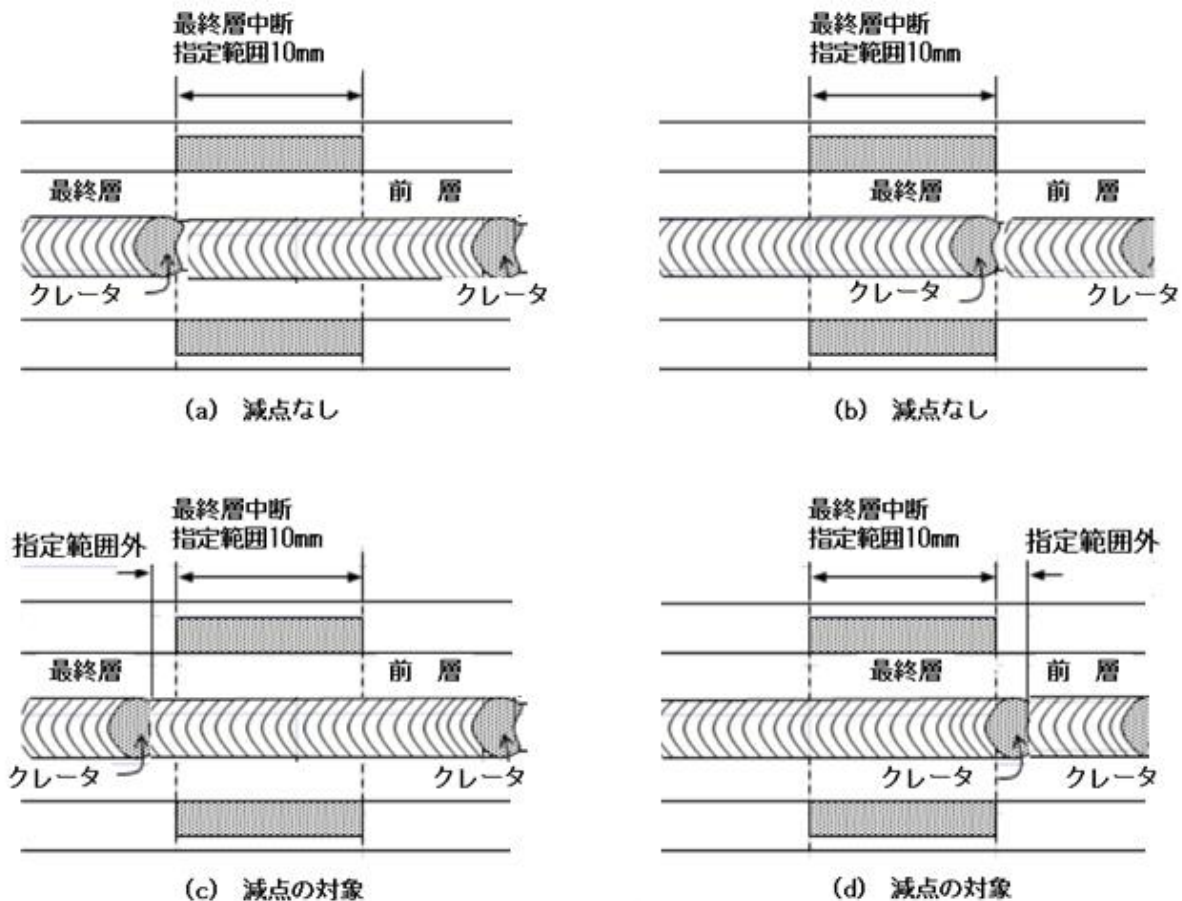

図2 アーク中断位置の定義
- (3) 溶接層数、パス数、溶接方向について
- ① 溶接層数およびパス数は自由。パスの方向も初層から中間層まで自由。
- ② 使用する溶接棒または溶接ワイヤは申告したもの以外は使用できない。
- ③ 競技用材料の最終層の溶接では図2アーク中断位置の定義のように溶接線中央部10mmの指定範囲内でアークを中断し、審査員に申告して確認を受ける。確認後、中断前と同じ方向に溶接を継続する。所定の中断範囲外であると減点対象となる。